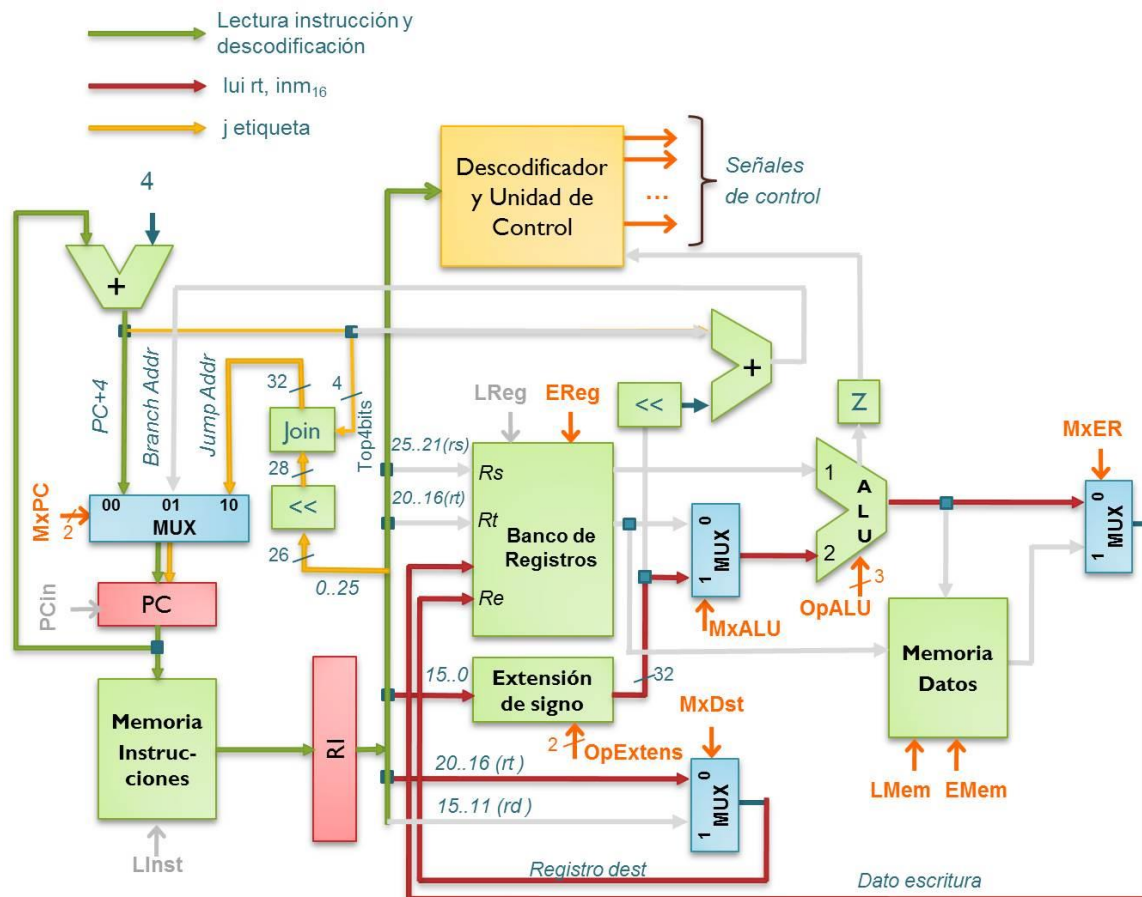

Figura 1. Ruta de datos básica.
1. (3 puntos) La figura 1 muestra la ruta de datos básica del procesador monociclo visto en clase. Esta ruta permite ejecutar, entre otras, las instrucciones **lui rt,inm₁₆** (Load Upper Immediate) y **j etiqueta** (salto incondicional). Estas instrucciones tienen el siguiente formato: